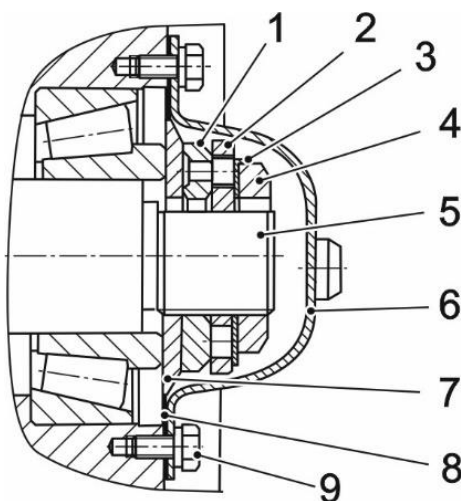

**Рис. 9.2 Регулировка подшипников ступиц передних колес**
2. Вывернуть болты 9 (рис. 9.2) и снять крышку 6 ступицы с прокладкой 8.